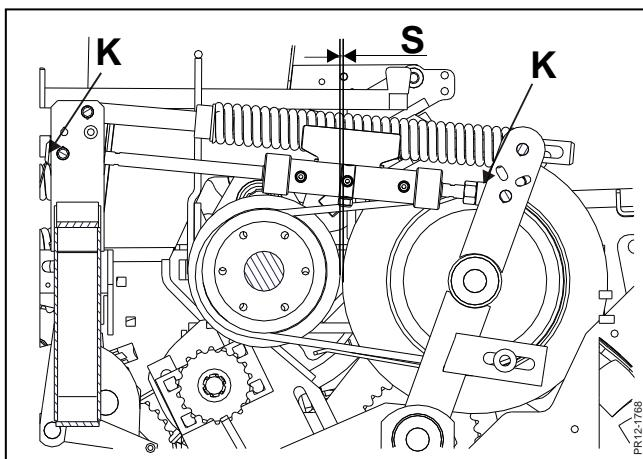

Fig. 4-24
**Fig. 4-24** I neutralstillingen skal der, med en ny gummiskive, være **S= 2-3 mm** afstand mellem gummiskive og stål friktionsskive. Justering af neutralstillingen foretages ved cylinderens endestykker **K**. Det er ikke nødvendigt at justere for slid på gummiskiven. Cylinderen er trykløs når reverset står i "indføring".